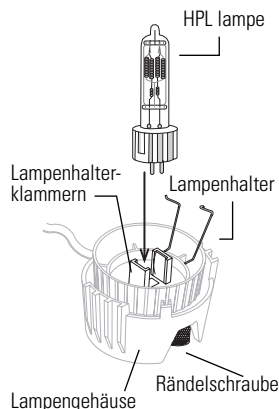

Abbildung 3
4. Richten Sie die flachen Seiten des Lampensockels an den beiden Lampensockelhaltern aus. Siehe **Abbildung 3**.